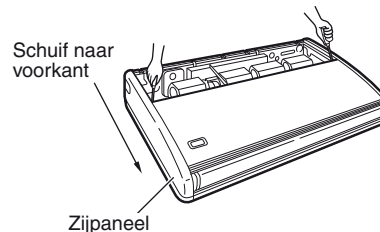

Afb. 3-8
- Schroef de ophangingsbouten in en laat ze ver genoeg uit het plafond steken (Afb. 3-6 en 3-7). De afstanden van elk van de gebruikte bouten moet gelijk zijn binnen 50 mm. (Afb. 3-8)